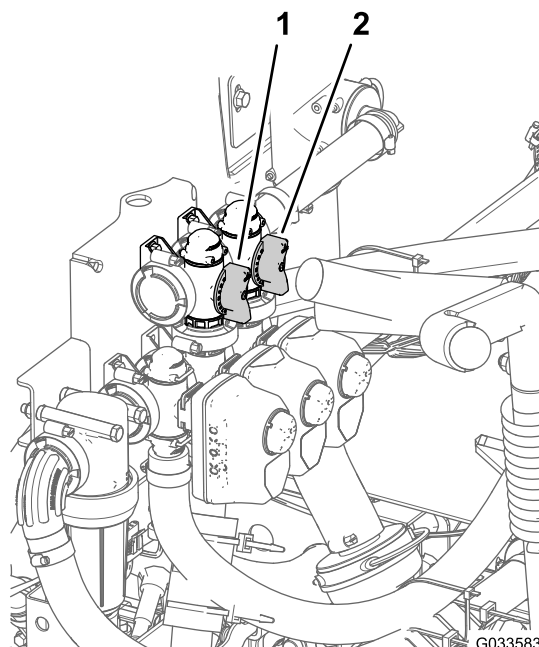

Bild 89
11. Stellen Sie das Rührwerksicherheitsventil (Bild 89) hinten am Rührwerkventil so lange ein, bis das Druckmanometer 6,9 bar anzeigt.
8. Stellen Sie den Griff am Sicherheitsventil des Hauptauslegers ein, um die Rührwerkstärke im Behälter zu steuern (Bild 89).